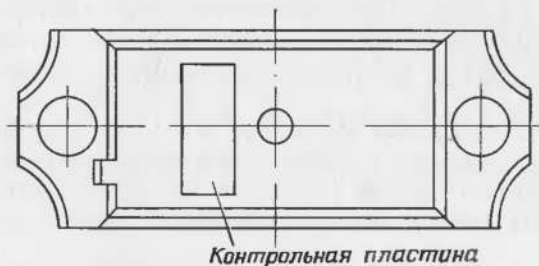

Рис. 59. Установка контрольной пластины
4. Смазать маслом и установить на крышку шатуна контрольную пластину (рис. 59) толщиной 0,06 мм.